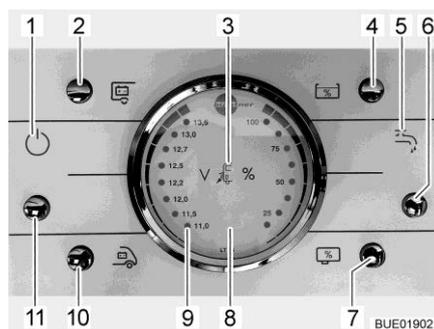

Fig. 98 Panneau de contrôle LT 96
La touche (Fig. 98,11) allume ou éteint le panneau de contrôle et l'alimentation 12 V de la cellule.
- Mettre en marche :** ■ Appuyer sur la touche (Fig. 98,11) : L'alimentation 12 V de la cellule est assurée. Le voyant de contrôle (Fig. 98,1) s'allume.
- Mettre hors service :** ■ Appuyer sur la touche (Fig. 98,11) : L'alimentation 12 V de la cellule est coupée. Le voyant de contrôle (Fig. 98,1) s'éteint.
Observer la graduation de gauche sur l'indicateur de charge/de niveau de réservoir (Fig. 98,8). L'indicateur s'éclaire automatiquement dès qu'une touche est pressée.
- Affichages :** ■ Appuyer sur la touche (Fig. 98,10) : La tension de la batterie de démarrage est affichée.
- Appuyer sur la touche (Fig. 98,2) : La tension de la batterie de cellule est affichée.
Observer la graduation de droite sur l'indicateur de charge/de niveau de réservoir (Fig. 98,8). L'indicateur s'éclaire automatiquement dès qu'une touche est pressée.
- Appuyer sur la touche (Fig. 98,4) : Le niveau du réservoir d'eau est affiché.
- Appuyer sur la touche (Fig. 98,7) : Le niveau du réservoir d'eaux usées est affiché.
- Mettre en marche : ■ Appuyer sur la touche (Fig. 98,6) : L'alimentation en eau est activée. Le voyant de contrôle de la pompe à eau (Fig. 98,5) s'allume.
- Mettre hors service : ■ Appuyer sur la touche (Fig. 98,6) : L'alimentation en eau est désactivée. Le voyant de contrôle de la pompe à eau (Fig. 98,5) s'éteint.
Le voyant d'alerte rouge "ALARM" (alarme) (Fig. 98,9) clignote dès que la charge de la batterie de cellule descend en dessous de 11 V (mesurée en marche) et qu'il y a risque de décharge profonde des batteries.
Le voyant de contrôle 12 V (Fig. 98,1) s'allume dès que la touche principale 12 V (Fig. 98,11) est enclenchée.
Le voyant de contrôle 230 V (Fig. 98,3) s'allume si l'arrivée du bloc électrique est sous tension de réseau.